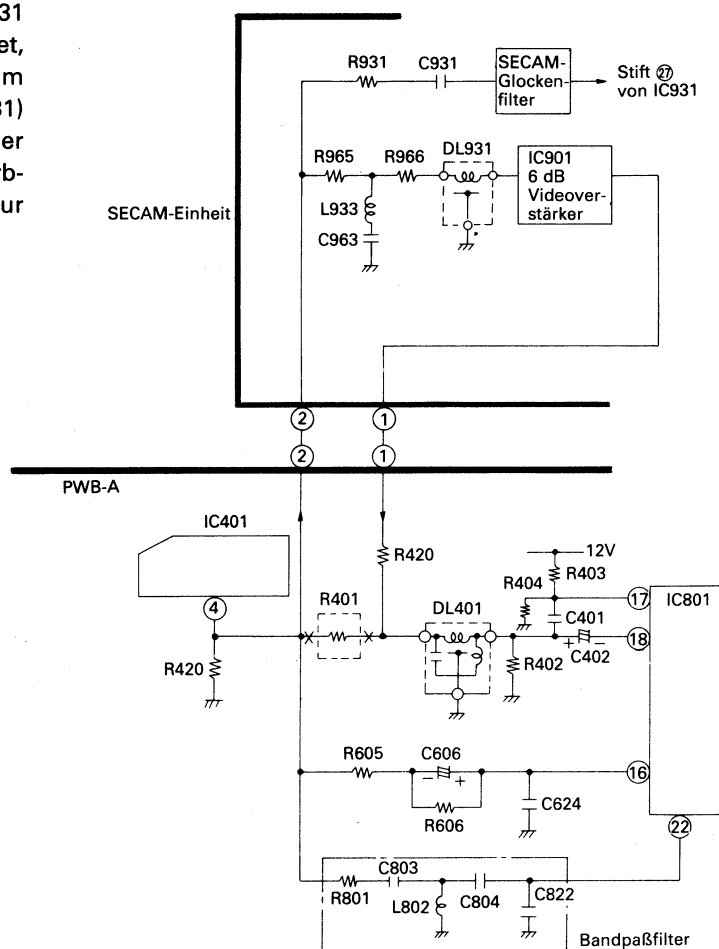

Abbildung 1 Umschaltung des Videosignals zwischen den PAL- und SECAM-Systemen
1. Umschaltung des Videosignals zwischen dem PAL- und SECAM-System (Siehe Abbildung 1.)